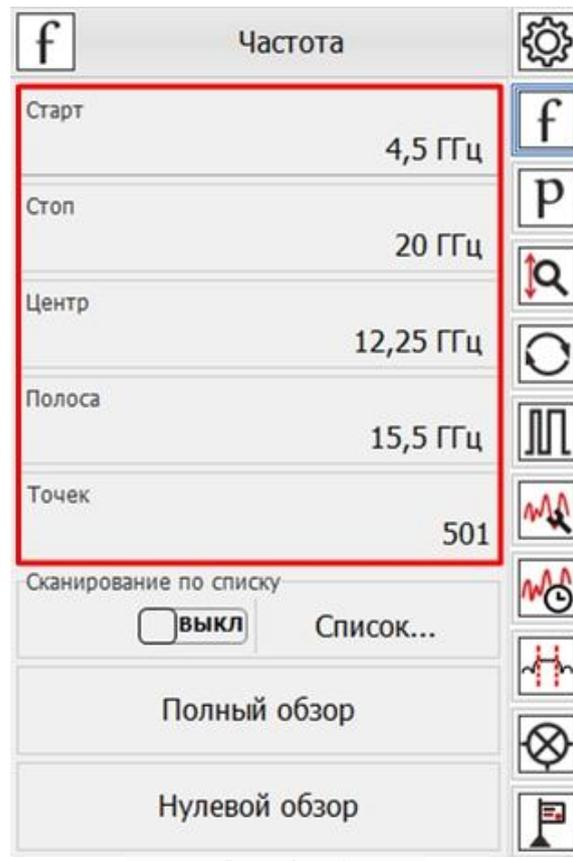

Рис. 33. Установка частотного диапазона зондирования
6. В панели управления «Частота» установить частотный диапазон зондирования, рис. 33;